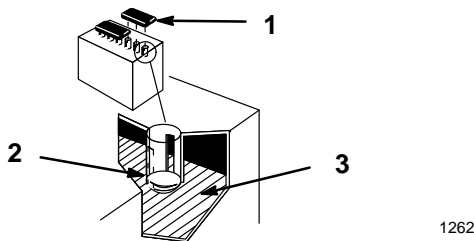

Figure 39
2. Retirer les bouchons pour voir l'intérieur des éléments. L'électrolyte doit arriver jusqu'au bas des tubes (Fig. 39). Ne pas laisser le niveau d'électrolyte descendre en dessous du sommet des plaques (Fig. 39).
2. Retirer les bouchons de remplissage (Fig. 39).
3. Verser lentement de l'eau distillée dans chaque élément de la batterie jusqu'à ce que le niveau arrive au bas du tube (Fig. 39).